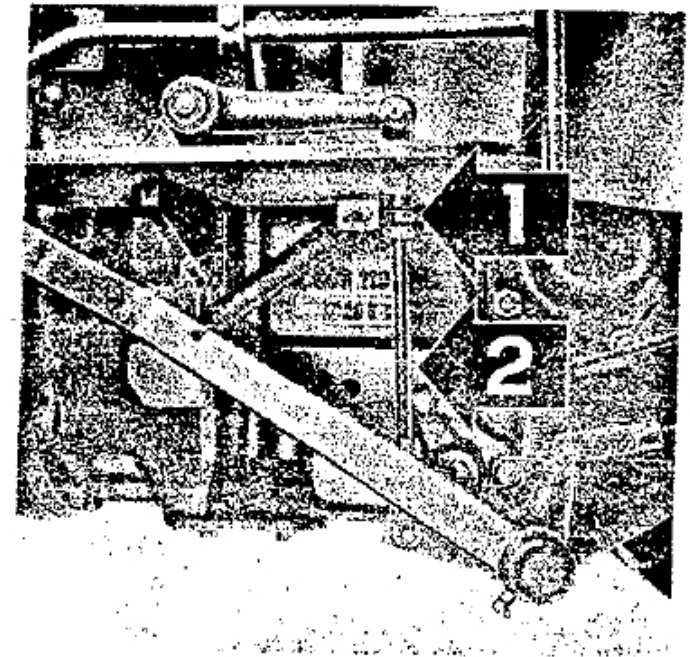

Fig. 45.—Ajuste pedal de embrague.
Para ajustar el pedal de embrague (fig. 45) bastará con aflojar la contratuercas (1) de la varilla tensora (2) y alargar ésta, tanto como sea necesario. Al efectuar esta operación tenga la precaución de no aumentar excesivamente el recorrido libre, ya que entonces se produciría el "rascado" de velocidades al no poder desembragar completamente.